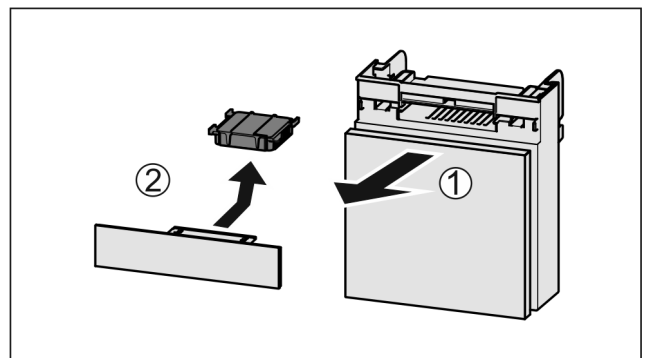

Fig. 113
- Retire el compartimiento hacia delante Fig. 113 (1).
- Retire el filtro de carbón activo Fig. 113 (2).